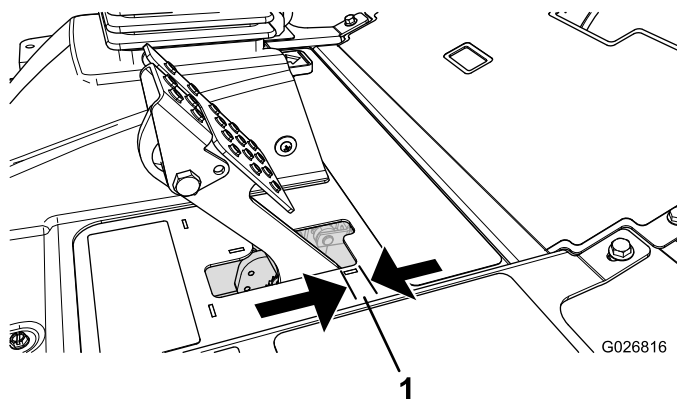

Figure 65
Régalez les freins si la garde à la pédale de frein est supérieure à 2,5 cm (Figure 65) ou si la force de maintien offerte est insuffisante. La garde est la distance parcourue par la pédale de frein avant que le freinage soit ressenti.
2. Serrez l'écrou arrière afin de pouvoir déplacer le câble en arrière jusqu'à obtention d'une garde de 6 à 13 mm (Figure 65), avant le blocage des roues.